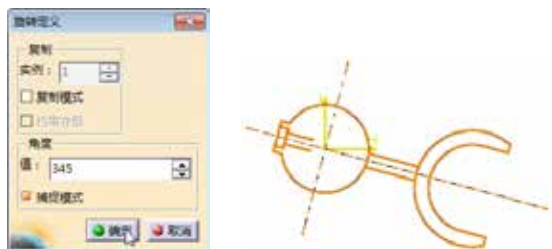

图5-96 输入旋转角度完成旋转
- 09 在【旋转定义】对话框中输入345的角度值，然后单击【确定】按钮完成旋转，如图5-96所示。